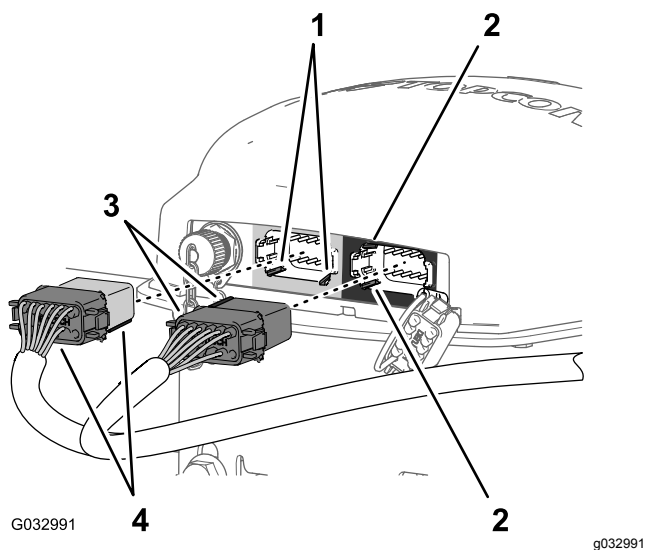

図 167
3. 灰色と黒色の 12 ソケットコネクタの長い方の側にある2本のキーを、ナビゲーション受信機の左側灰色 12 ピンコネクタの底部の水平面にある2本のスロットに合わせて接続する 図 167。
- データ用ハーネスの灰色と黒色の 12 ソケットコネクターを、ナビゲーション受信機の左側灰色 12 ピンコネクターに接続する。カチッと音がしてロックするまで押し込むこと 図 167。
- データ用ハーネスの黒色の 12 ソケットコネクターの短い方にある 2 本の整列キーを、ナビゲーション受信機の右側黒色 12 ピンコネクターにある 2 本のスロットに合わせて接続する 図 167。
- データ用ハーネスの灰色と黒色の 12 ソケットコネクターを、ナビゲーション受信機の左側灰色 12 ピンコネクターに接続する。カチッと音がしてロックするまで確実に押し込むこと 図 167。